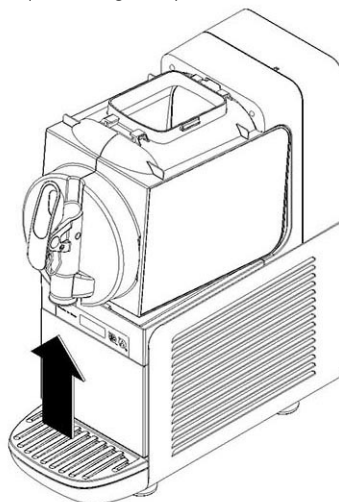
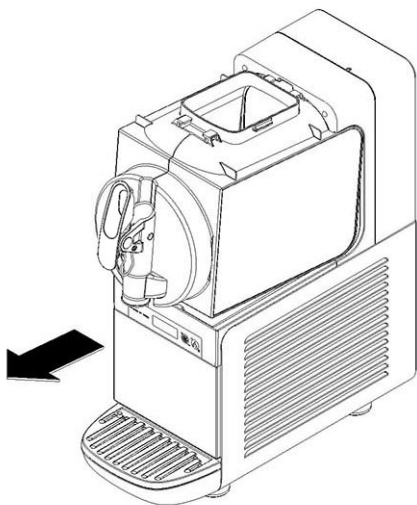

figura 3
figura 4
- 2** Smontare il contenitore spingendone leggermente la parte inferiore (lato rubinetto) verso l'alto per liberarne gli agganci inferiori (vedere figura 3) e sfilandolo successivamente dai davanti (vedere figura 4).